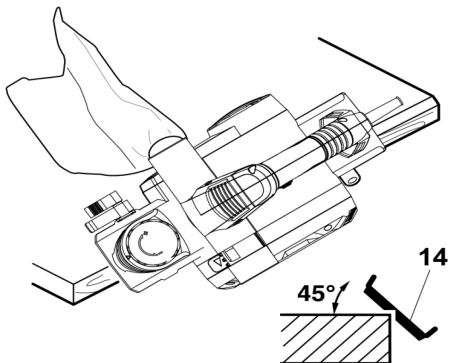

Рис. 9
1. Поместите V-образный паз на кромку заготовки (Рис. 9).